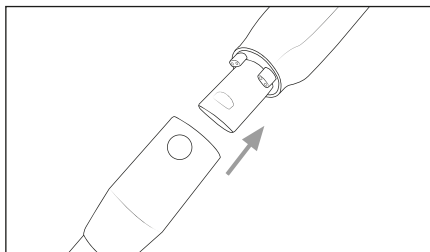

Fig. 1
- 1) Glissez le tube d'aspiration 23 sur l'appareil jusqu'à ce qu'il s'enclenche de manière audible avec un clic (voir fig. 1).